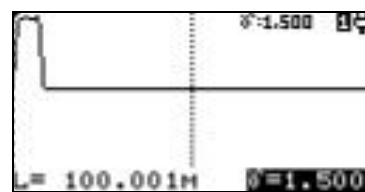

Рисунок 10
6.3.9 Установка величины коэффициента укорочения производится кнопками "УКОРОЧЕНИЕ ◀, ▶" в пределах от 1.000 до 7.000 (рисунок 10).